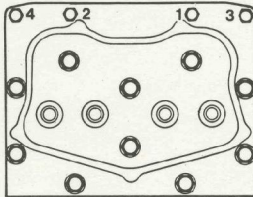

Abb. 3
2. Arbeitsgang : Anzug mit 4 + 5 m.da.N - Abb. 3
6. Arbeitsgang : Anzug mit 4 + 5 m.da.N - Abb. 3